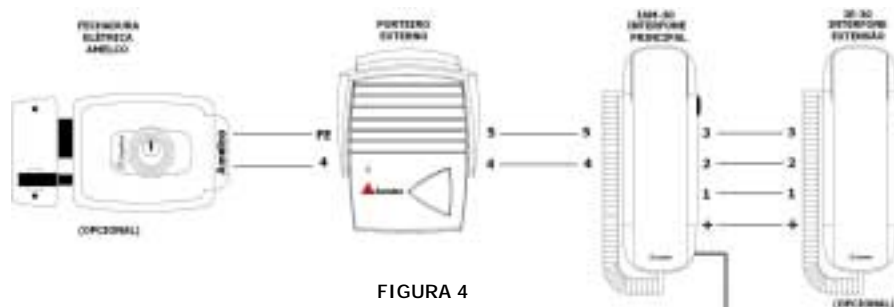

FIGURA 4
A instalação é simples, basta ter dois fios para a ligação do sistema, vide figura 4. Um fio deve ser ligado no **TERMINAL (5)** do interfone e no **TERMINAL (5)** do porteiro. O outro fio deve ser ligado no **TERMINAL (4)** do interfone e no **TERMINAL (4)** do porteiro.
Se for instalar fecho ou fechadura eletromagnética ligue os fios nos **TERMINAIS (4)** e **(FE)** do porteiro, vide figura 4 e tabela de especificações dos fios.
Se desejar colocar extensão deverá ser usado quatro fios interligando os **TERMINAIS (+)**, **(1)**, **(2)** e **(3)** do Interfone principal (IAM-30) para o Interfone extensão (IE-30), vide figura 4 e tabela de especificações dos fios.